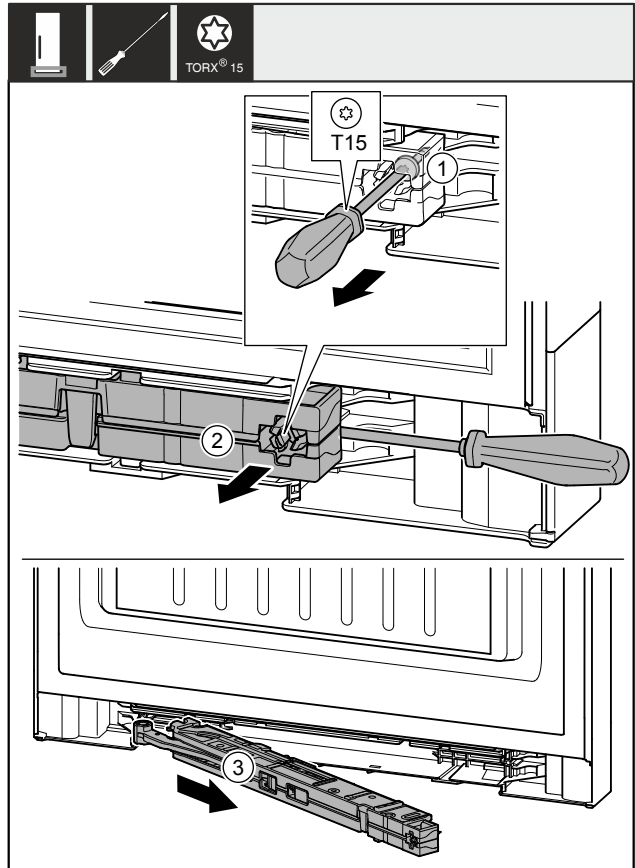

Fig. 11
- Lironi vidën Fig. 11 (1) në njësinë e amortizatorit të mbylljes me kaçavidë rreth 14 mm.
- Ngrini lart nga përpara njësinë e amortizatorit të mbylljes Fig. 11 (2) në anën e dorezës me një kaçavidë.
- Nxirrni jashtë njësinë e amortizatorit të mbylljes Fig. 11 (3).